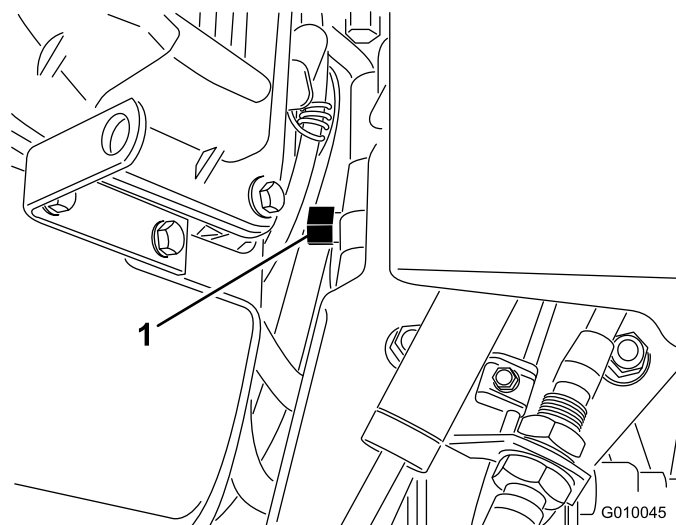

Figura 31
2. Localice la válvula de desvío, situada entre el motor y la bomba hidrostática (Figura 31).
3. Usando una llave de 5/8 pulgadas, gire la válvula de desvío una vuelta en el sentido contrario a las agujas del reloj. Esto permite que el aceite hidráulico se desvíe alrededor de la bomba, dejando que las ruedas giren (Figura 31).
5. Para volver a poner el funcionamiento el aireador, gire las válvulas de desvío una vuelta en el sentido de las agujas del reloj (Figura 31).